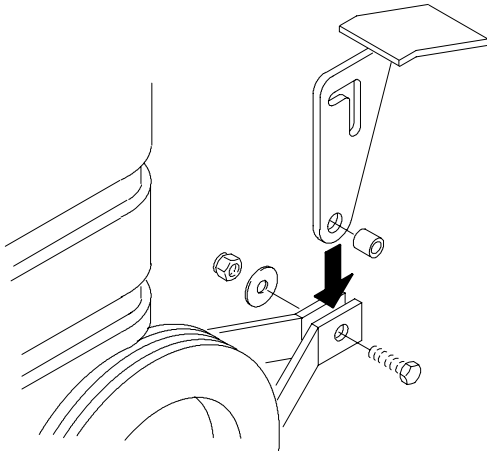

FIG. 3
8. Insérez l'écarteur dans le trou de la pédale, comme illustré. Placez la pédale entre deux trous du support et faites glisser la vis à tête hexagonale au travers du support et de la pédale. Fixez avec la rondelle et l'écrou (Figure 3).